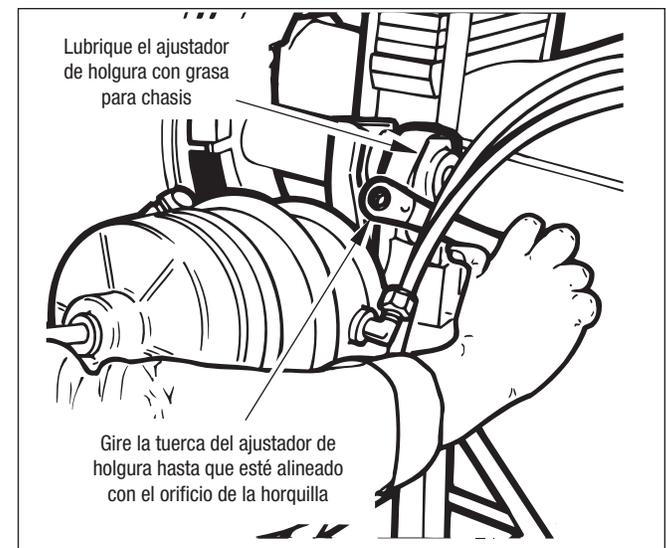

Figura 56 - Lubricación y ajuste del ajustador de holgura
10. Lubrique a presión el ajustador de holgura de acuerdo con las instrucciones del fabricante. Lubrique a presión el soporte de la cámara de aire hasta que la grasa salga del extremo del ajustador de juego libre del tubo. Consulte la figura 56.
12. Todas las cámaras equipadas con equipo original en camiones nuevos vienen con una horquilla soldada. Gire la tuerca de ajuste según sea necesario hasta que el orificio adecuado del ajustador de holgura esté alineado con el orificio de la horquilla. *Consulte la figura 56*.